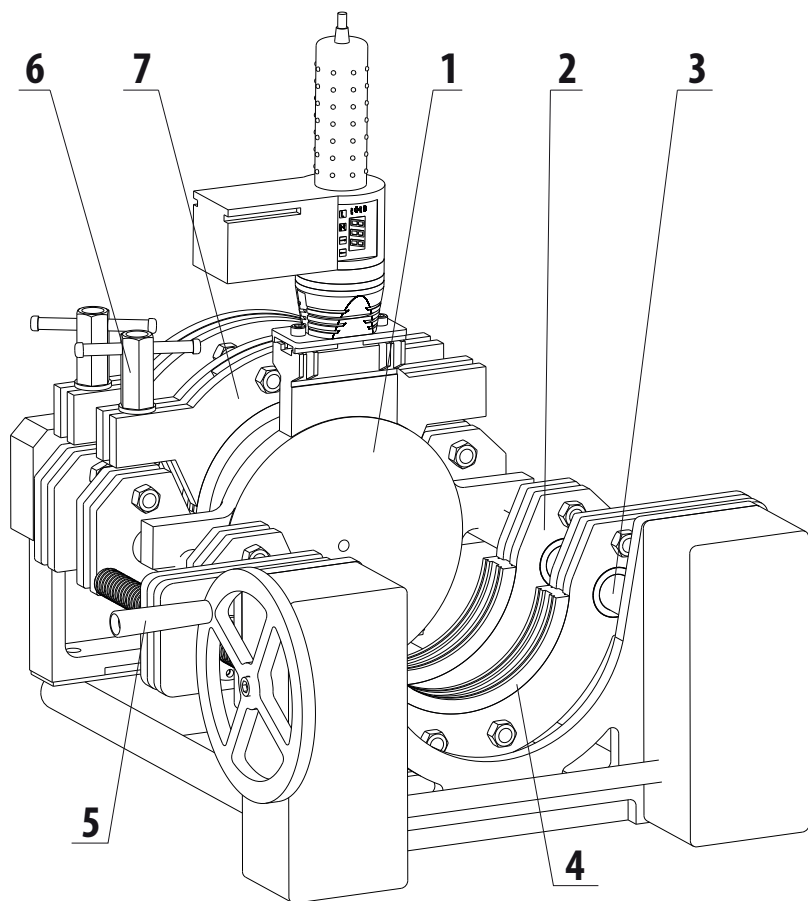

Рис. 1
4.1 Основной функциональной частью машины является центратор (Рис.1). Он служит для укладки и закрепления труб, местом подрезки их торцов, нагрева торцов труб, их сжатия с помощью специального механизма. Направляющие 3 центратора служат для перемещения по ним каретки 2 с трубой и для закрепления торцевателя (на Рис.1 не показан) во время подрезки торцов труб. Перемещение каретки осуществляется винтовой парой винт – гайка. Гайка жестко связана с кареткой, винт вращается от маховика5,приводимого во вращение рукой оператора.